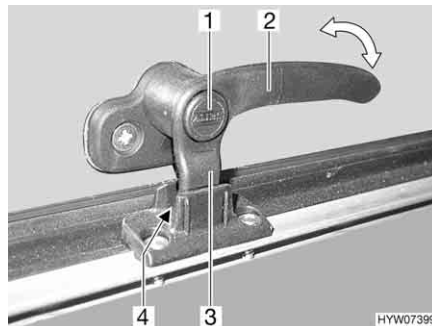
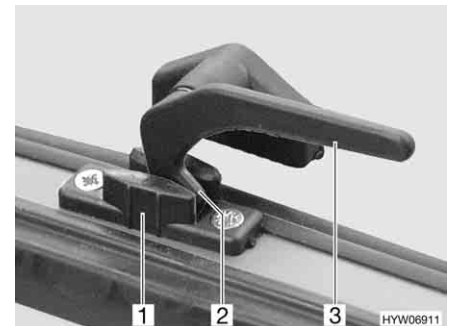

Fig. 54 Palanca de bloqueo con botón de seguridad en la posición de "ventilación continua"
Fig. 55 Palanca de bloqueo en la posición de "ventilación continua"
- En la posición "ventilación continua" (Fig. 54 y Fig. 55)
- Si existe, pulsar el botón de seguridad (Fig. 54,1) y mantenerlo pulsado.
- Girar la palanca de bloqueo (Fig. 54,2 ó Fig. 55,3) un cuarto de vuelta hacia la mitad de la ventana.
- Girar de nuevo hacia atrás la palanca de bloqueo. El saliente de bloqueo (Fig. 54,3 ó Fig. 55,2) de la palanca de bloqueo se ha de introducir para ello en el rebaje del bloqueo de la ventana (Fig. 54,4 ó Fig. 55,1).
- Si existe, soltar el botón de seguridad (Fig. 54,1).